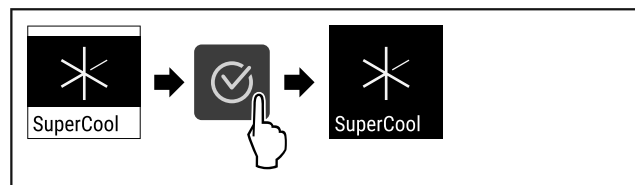

Fig. 71
- ▶ Handlungsschritte (siehe Fig. 71) durchführen.